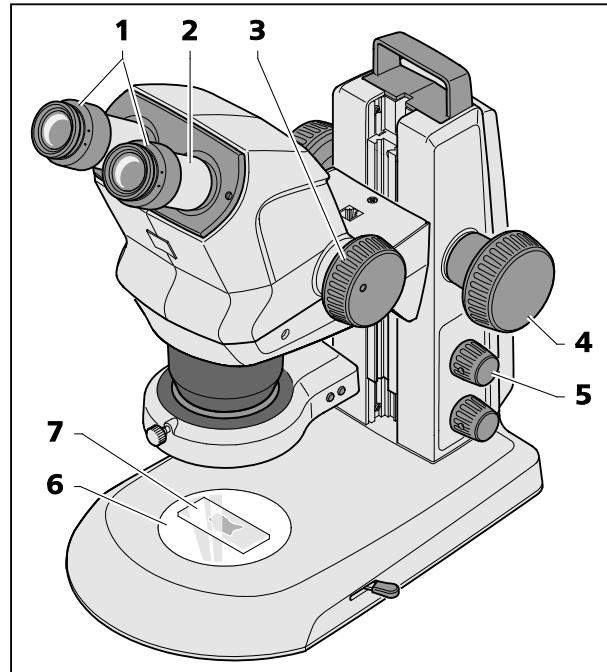

Bild 13 Stereomikroskop einstellen
1. Objekt (Bild 13/7) mittig auf die Glas- oder Kunststoffplatte (Bild 13/6) auflegen und beleuchten (Bild 13/5).
2. Dioptrienausgleich an den stellbaren Okularen (Bild 13/1) auf "0" stellen.
3. Individuellen Augenabstand durch seitliches Verschieben der Okularstutzen (Bild 13/2) einstellen, bis beim Einblick in die Okulare mit beiden Augen nur **ein** beschnitttfreier Lichtkreis (Objektfeld) zu sehen ist.
4. Zoom (Bild 13/3) zuerst auf die kleinste Vergrößerung einstellen.
5. Auf ein kleines markantes Detail in der Bildmitte des Objektes fokussieren (Bild 13/4).
6. Maximalen Zoomwert einstellen (Bild 13/3). Durch die Vergrößerung wird das markante Detail wahrscheinlich wieder unscharf abgebildet und befindet sich nicht mehr in der Bildmitte.
7. Objekt durch Fokussieren scharf stellen, dann das Detail durch Verschieben des Objektes erneut suchen und wieder exakt fokussieren (Bild 13/4).
8. Danach wieder auf kleinsten Zoomwert stellen und ggf. vorhandene Bildunschärfen für jedes Auge getrennt durch Dioptrienausgleich **an den stellbaren Okularen** (nicht am Fokussierknopf, Bild 13/4) korrigieren (Augenfehlerkompensation).
- Drücken auf den Drehknopf (Bild 13/5) schaltet die Auflichtbeleuchtung ein- oder aus (Spot-Leuchte oder Doppelspot-Leuchte).